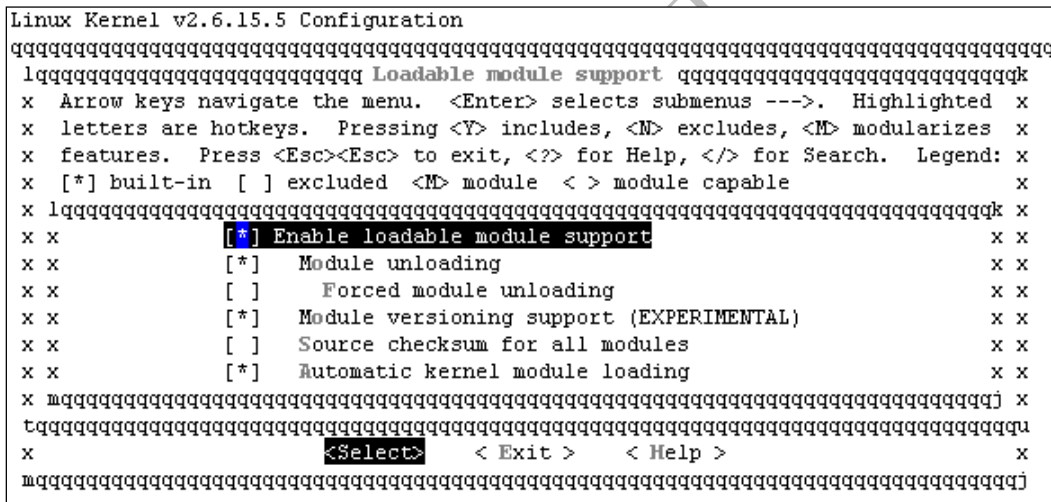

图 6.1 内核中支持模块的编译选项
- ❑ 在内核编译时应该选择“Enable loadable module support”，嵌入式产品一般不需要动态卸载模块，所以“可以卸载模块”不用选，当然选了也没关系，如图 6.1 所示。